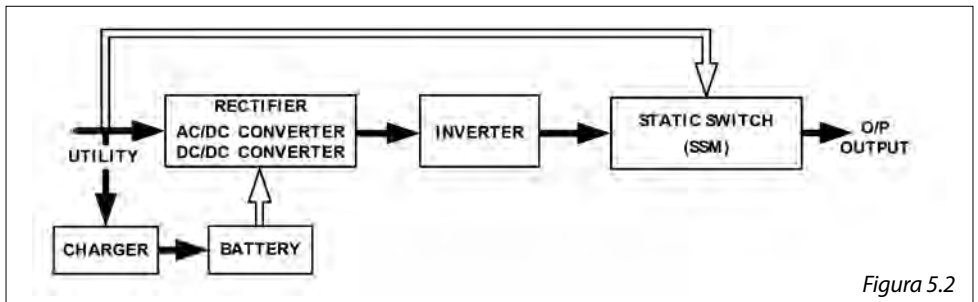

Figura 5.2
2. Quando la rete torna alla normalità, l'UPS si accende in modalità CA/CC, spegne il convertitore CC/CC e attiva il carica batterie in modalità di ricarica. L'UPS torna nello stato rappresentato nella figura 5.2.
4. L'UPS riparte automaticamente non appena la rete è di nuovo disponibile, come indicato nella figura 5.2